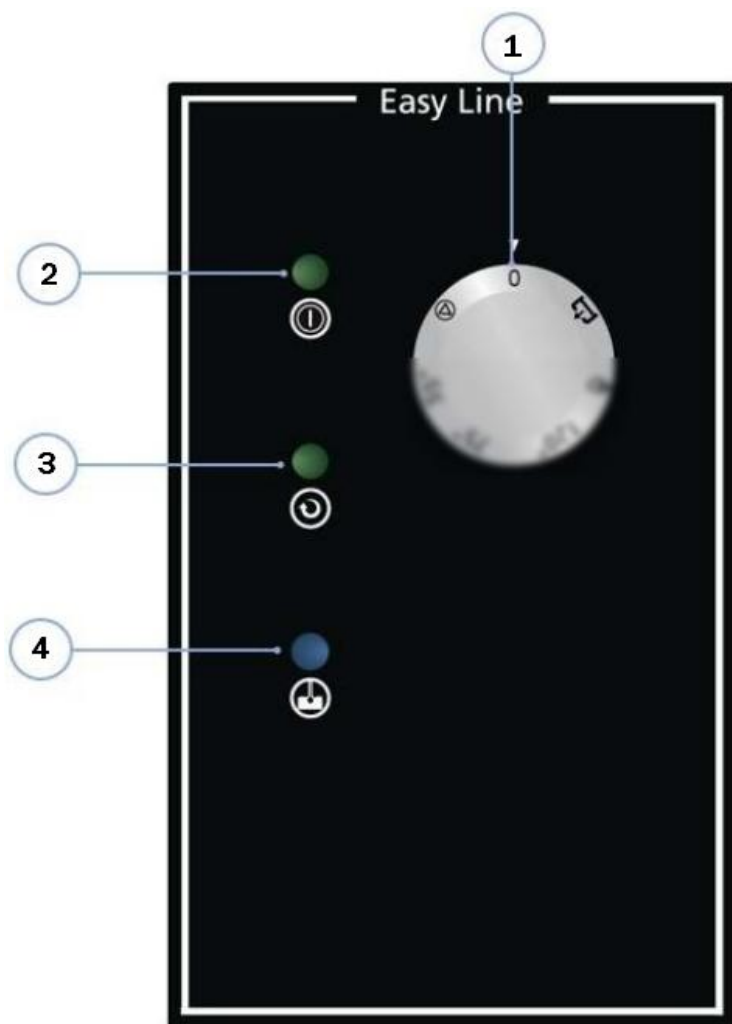

Fig. 1.
1. Rotiti butonul de selectare a programului (1) in pozitia "0" (OFF) (Fig.1.)
5. Rotiti butonul de selectare a programului (1) in pozitia "0" (OFF) (Fig.1.)